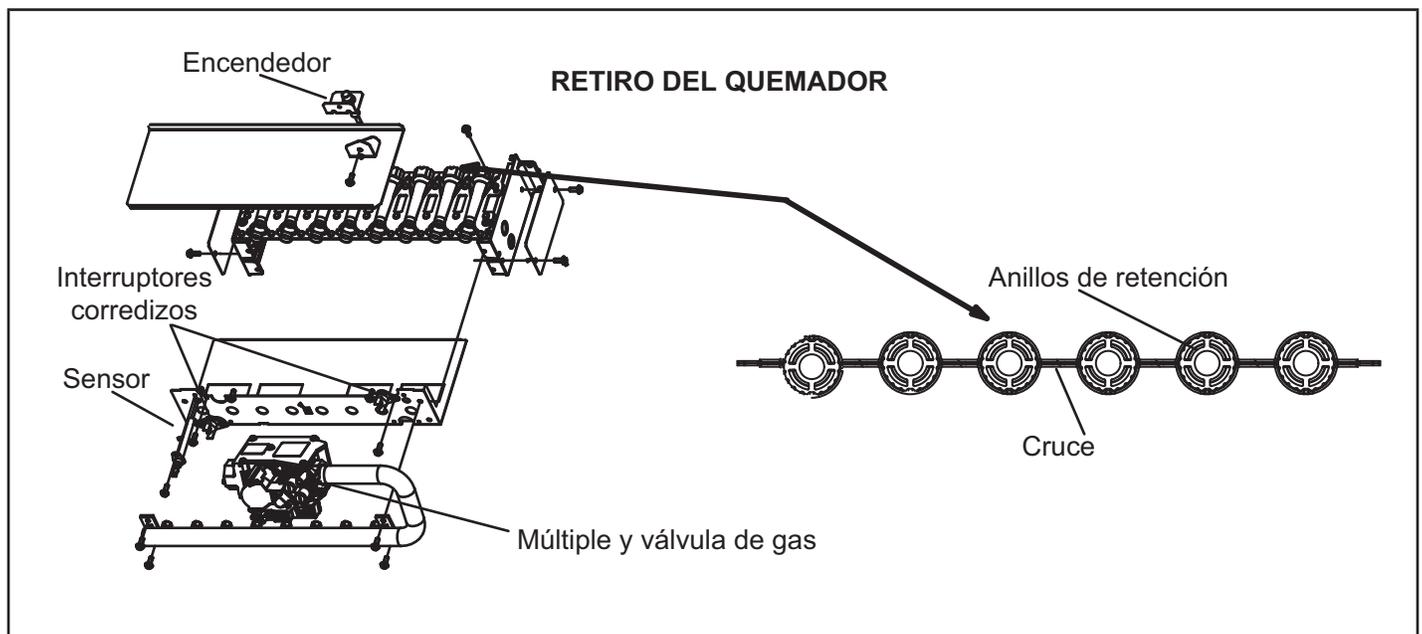

Figura 36
- 4 - Para limpiar los quemadores, utilice una aspiradora con un cepillo blando sobre la superficie de los quemadores. Inspeccione visualmente dentro de los quemadores y cruces para detectar algún bloqueo causado por materias extrañas. Quite cualquier bloqueo. La Figura 36 muestra el detalle del quemador.